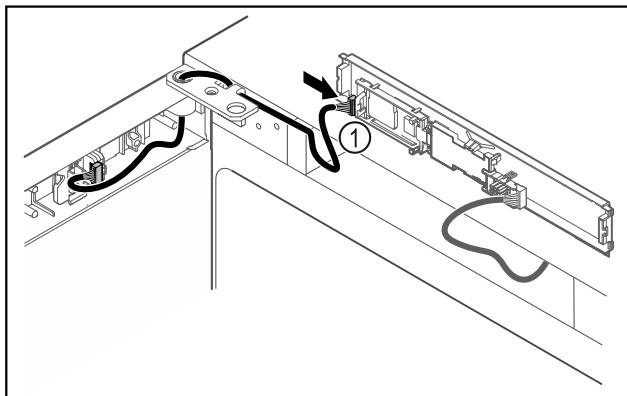

Fig. 49
- ▶ Wtyczkę Fig. 49 (1) należy podłączyć do płytki drukowanej.